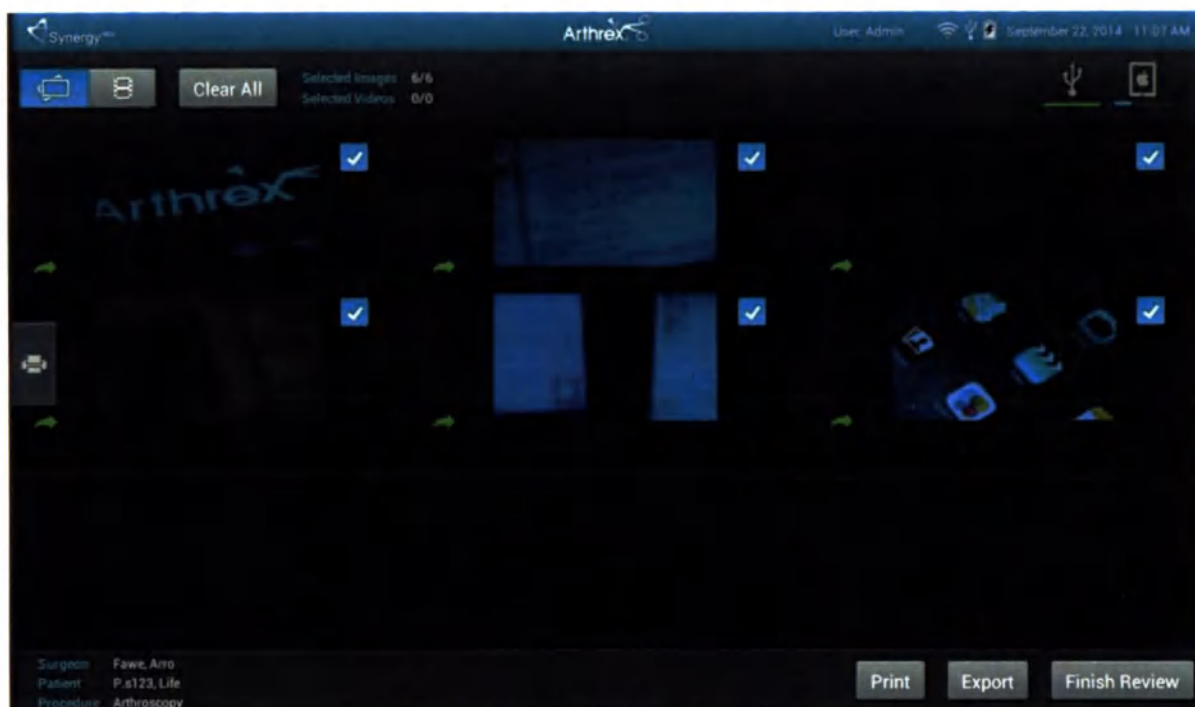

Рисунок 33 - Состояние экспорта
2.6.2 Изображение системы, приведенное на Рисунок 33, демонстрирует успешный экспорт через USB-порт и продолжение экспорта на iPad.